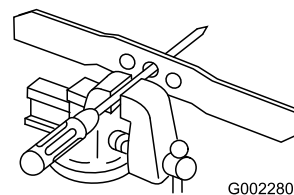

Figure 29
1. Vérifiez l'équilibre de la lame en enfilant le trou central sur un clou ou la tige d'un tournevis serré horizontalement dans un étau (Figure 29).